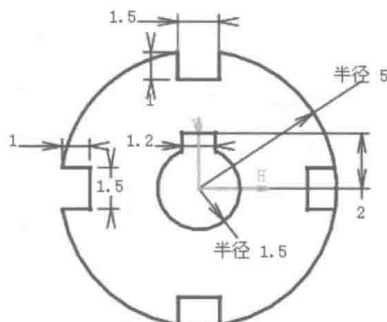
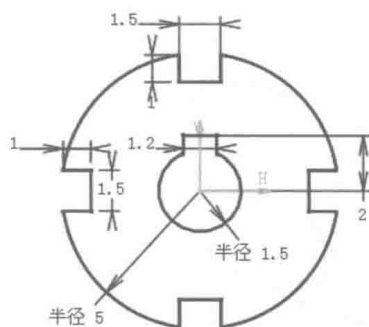

图 2.8 镜像
图 2.9 修剪草图
Step8. 创建图 2.8 所示的镜像。选择下拉菜单 **插入** → **操作** → **变换** →
快速修剪 命令；选取图 2.8 所示的修剪部分，修剪后的图形如图 2.9 所示。